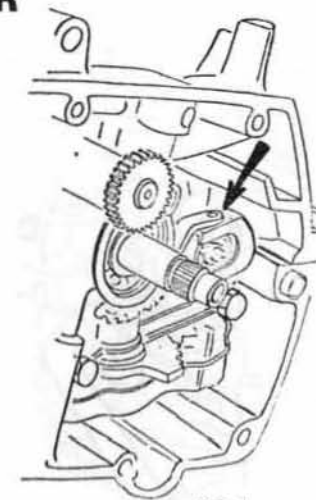

FIG. 1
- Dans le cas contraire monter les vitesses en position 5ème et agir sur la vis de réglage située derrière le roulement en ayant au préalable débloqué le contre-écrou (clé coudée de 11 mm et 12 mm, fig. 1).